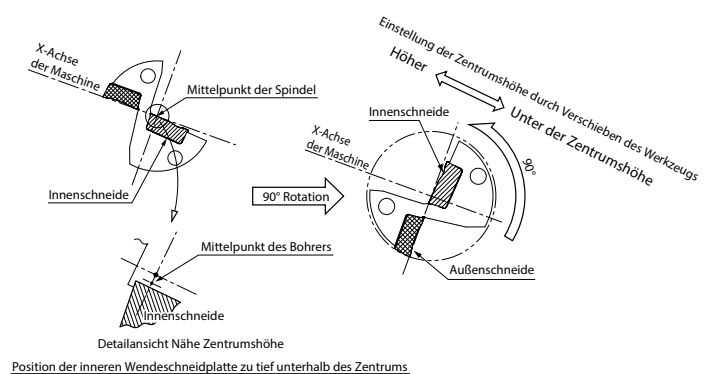

Abb. 9
B. Sollte der Kerndurchmesser nach der o.g. Einstellung zu groß werden, drehen Sie den Bohrer um 90° gegen den Uhrzeigersinn (siehe Abb. 9; Außenschnide liegt tiefer). Stellen Sie dann die Zentrumschöhe durch Verschieben des Werkzeugs in Richtung der x-Achse ein.